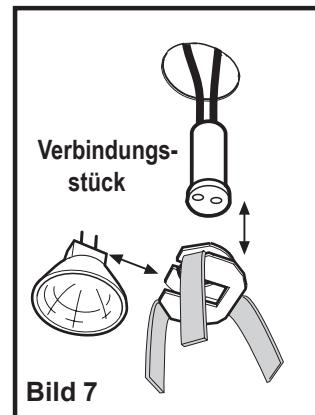

Bild 7
- Lampen mit einem Schraubenzieher anheben. **Bild 7**.